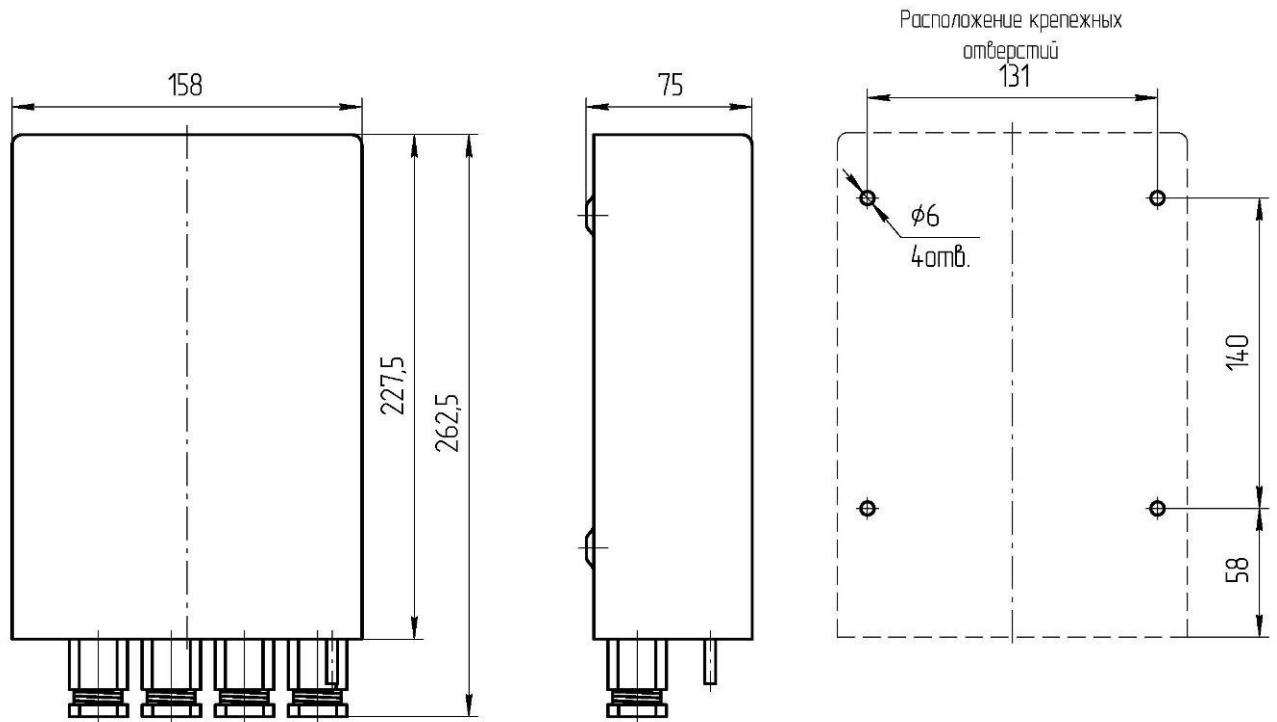

Рис. 1. Установочные размеры БП
2. Закрепите БП на переборке в **вертикальном** положении. Разметка крепления корпуса производится в соответствии с Рис.1.